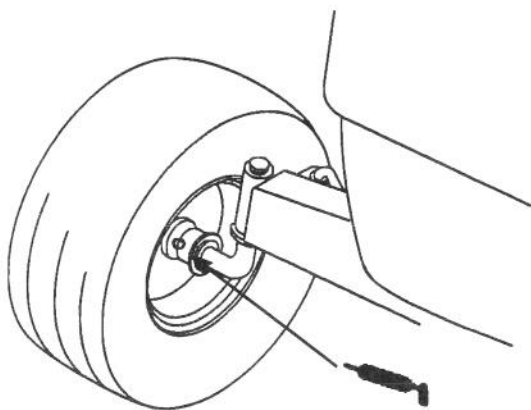

Figure 12
1. Lubrifier les roues avant jusqu'à ce que la graisse commence à s'écouler des roulements (Fig. 12).